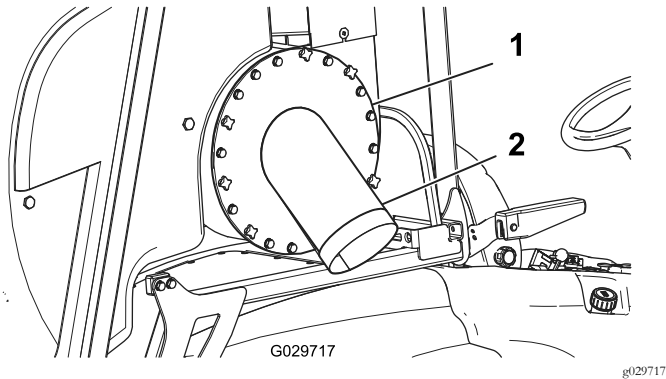

Figura 12
1. Instale a cobertura da ventoinha da turbina sobre a ventoinha utilizando os manípulos e parafusos (Figura 12).
6. Deslize a outra extremidade sobre a porta na cobertura da ventoinha da turbina (Figura 12) e aperte o grampo do tubo para a prender.